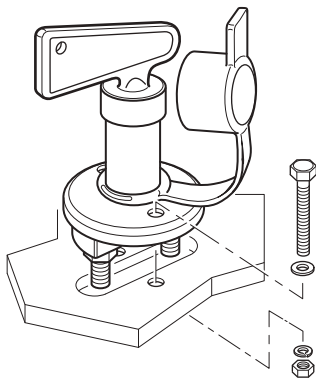

Abb. 44
- Batterietrennschalter an geeigneter Stelle im Fahrzeug einbauen und mit den mitgelieferten Schrauben befestigen (Abb. 44).